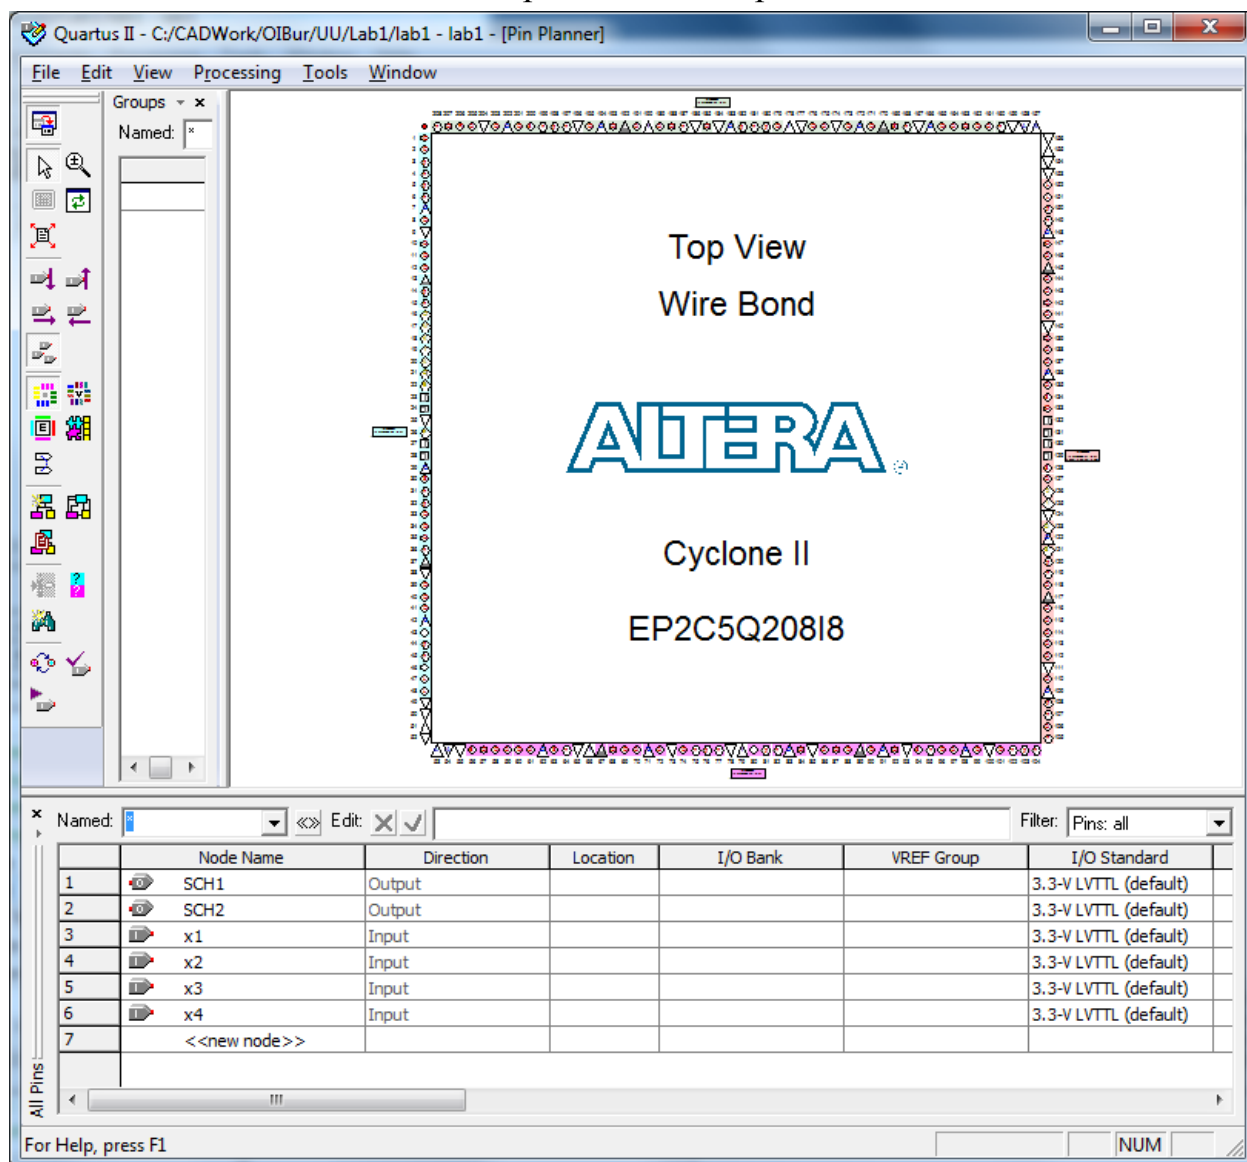

Рис. 1.8. Вид окна Pin Planner
6.1. Программирование начинается с «распиновки» кристалла: для каждого входного и выходного сигнала проекта необходимо назначить реальный контакт ПЛИС. Данное действие можно выполнить с использованием утилиты Pin Planner, запускаемой через меню Assignments. Номера необходимых для выполнения данной лабораторной работы контактов указаны в ПРИЛОЖЕНИИ. Вид окна Pin Planner представлен на рис. 1.8.